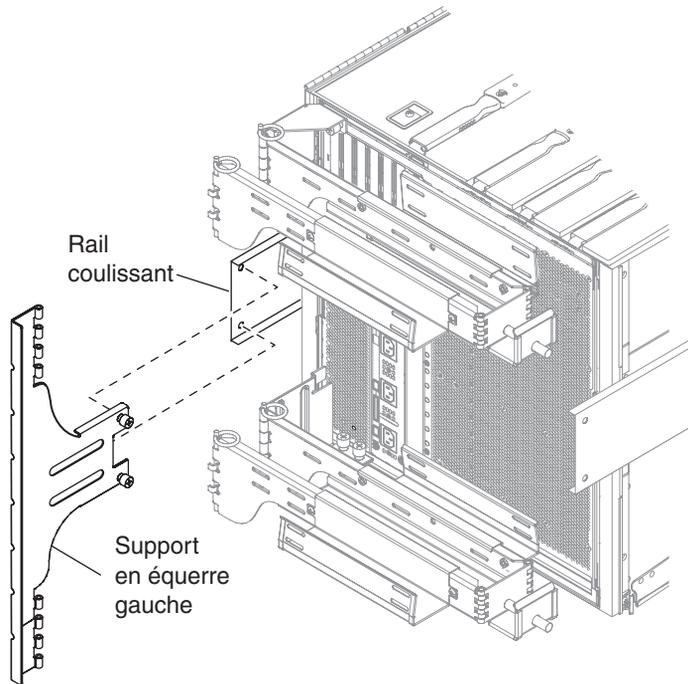

FIGURE 1-23 Fixation du support en équerre gauche
- Fixez le support en équerre gauche au rail coulissant gauche au moyen de deux vis imperdables. Voir FIGURE 1-23.